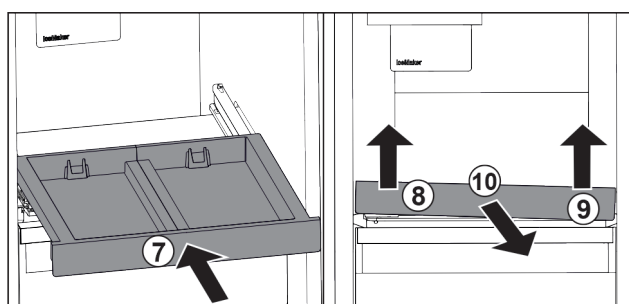

Fig. 106
- ▶ Inserați raftul extractibil. Fig. 106 (7)
- ▶ Ridicați raftul extractibil din față stânga. Fig. 106 (8)
- ▶ Ridicați raftul extractibil din față dreapta. Fig. 106 (9)
- ▶ Extrageți raftul extractibil spre înainte. Fig. 106 (10)